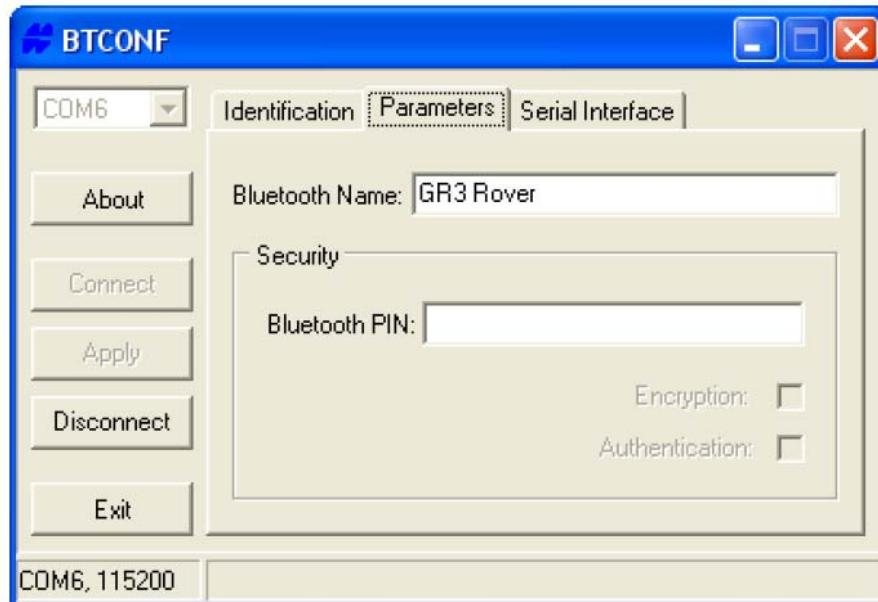

Рисунок 2-22. Программа BTCONF. Вкладка *Parameters* (Параметры)
5. Выберите вкладку *Parameters* (Параметры) (см. рис. 2-22). В ней можно установить идентификатор (название) модуля. В области *Security* (Безопасность) устанавливаются параметры защиты от несанкционированного доступа.
6. Введите уникальное название модуля Bluetooth длиной до 14 символов (см. рис. 2-22) и щелкните на кнопке *Apply* (Применить).